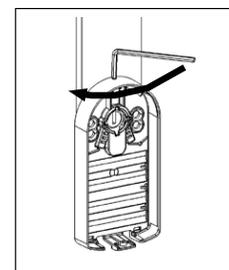

Fig. 4
- 4.2 Aperte a conexão da braçadeira no topo da concha traseira com a mão (**esforço máximo aprox. 0,5 Nm**) (fig. 4, 5, 6).